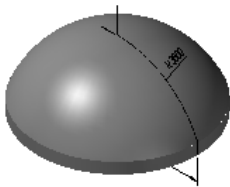
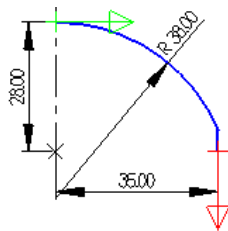

图 5.4.8 旋转曲面
图 5.4.9 定义轮廓曲线
Step3. 创建图 5.4.8 所示的旋转曲面。
(1) 在状态栏的 **层别** 按钮后的文本框中输入值 1，并按 Enter 键确认。
(2) 选择命令。选择下拉菜单 **绘图 (C)** **曲面 (U)** **转曲面 (R)...** 命令，系统弹出“串连选项”对话框。
(3) 定义轮廓曲线。选取图 5.4.9 所示的曲线链并调整与图相同的串连方向，单击 按钮完成轮廓曲线的定义，同时系统弹出“旋转曲面”工具栏。